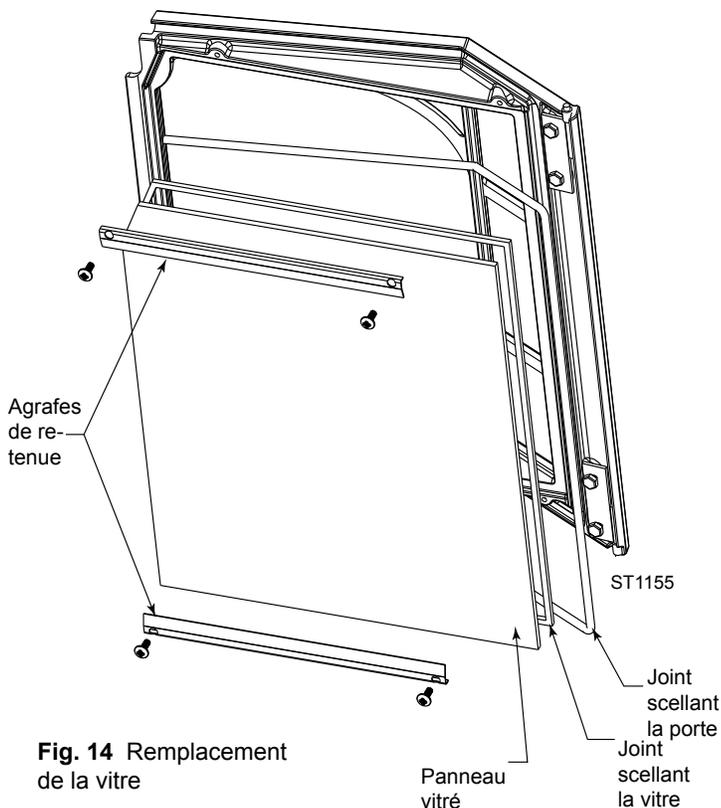

Fig. 14 Remplacement de la vitre
- Ouvrir la porte et desserrer les quatre vis retenant les agrafes de retenue qui maintiennent la vitre à la porte. Tourner les agrafes afin qu'elles ne vous nuisent pas lors du retrait de la vitre. Incliner et soulever la vitre en vous éloignant de la porte. (Fig. 14) Il faut porter des gants et être prudent si vous devez manipuler de la vitre brisée.